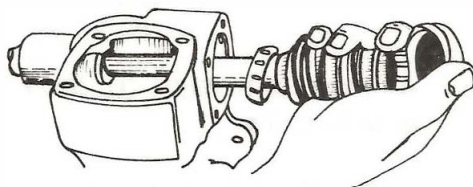

Fig. 8
- b. Retire el tornillo sin fin de la caja de dirección (fig. 8).